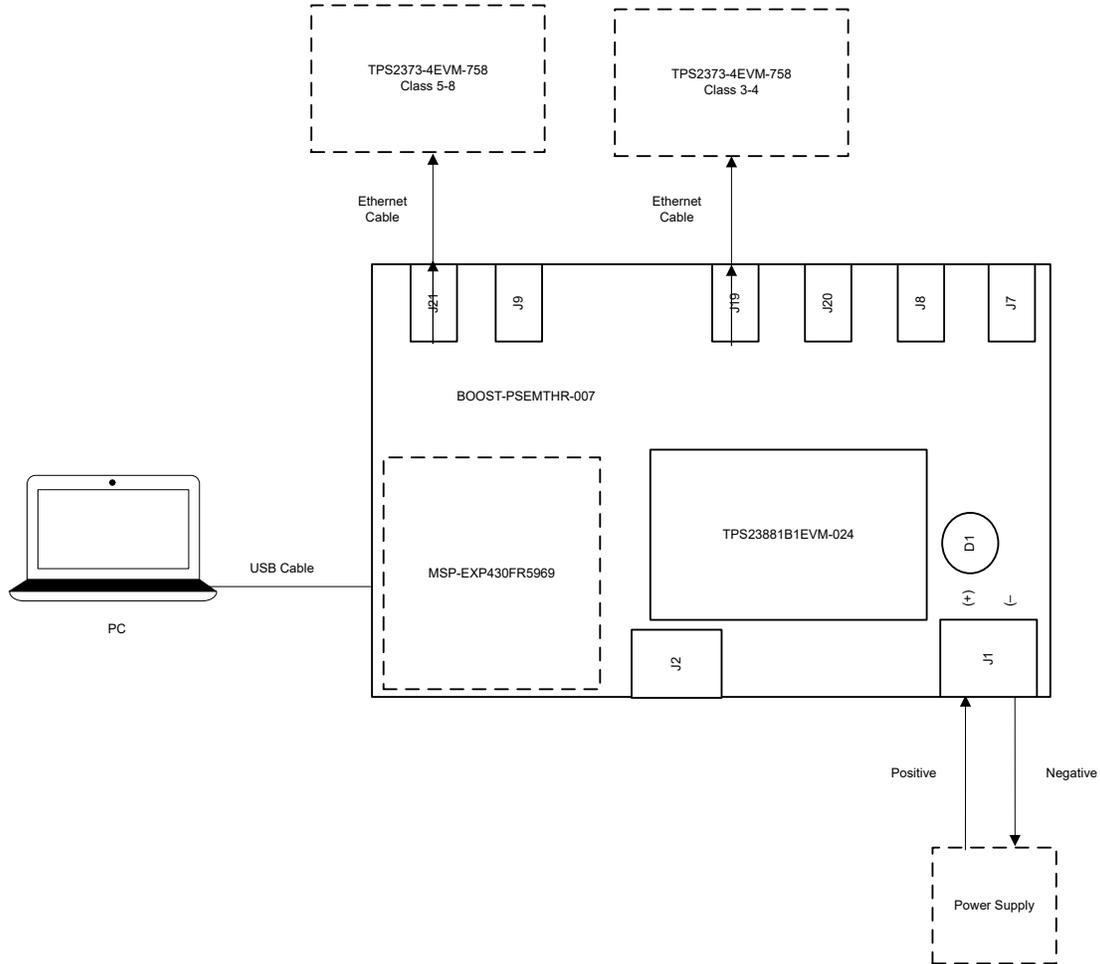

图 2-2. 使用 LaunchPad 的高级设置
运行自定义软件程序的 LaunchPad (不含) 能够与 TPS23881B1EVM-024 上的 TPS23881B1 器件进行通信。图 2-2 展示了使用 LaunchPad 的高级设置。
2. 如 图 2-2 中所示，将 PC 连接至 LaunchPad。